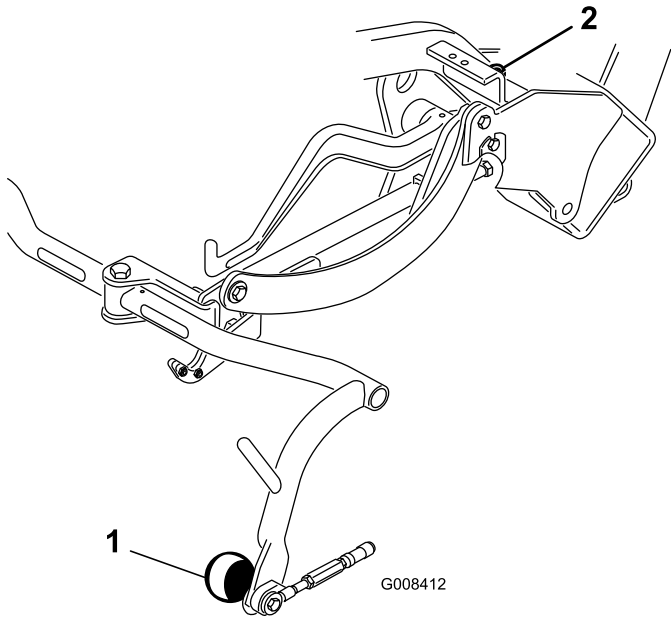

Bild 9
4. Sollte eine Einstellung erforderlich sein, lösen Sie die Klemmmutter an der Anschlagsschraube des Trägerrahmens (**Bild 9**) und drehen Sie die Schraube nach oben oder unten, um den Trägerrahmen anzuheben oder abzulassen. Ziehen Sie die Klemmmutter an, um die Einstellung beizubehalten.